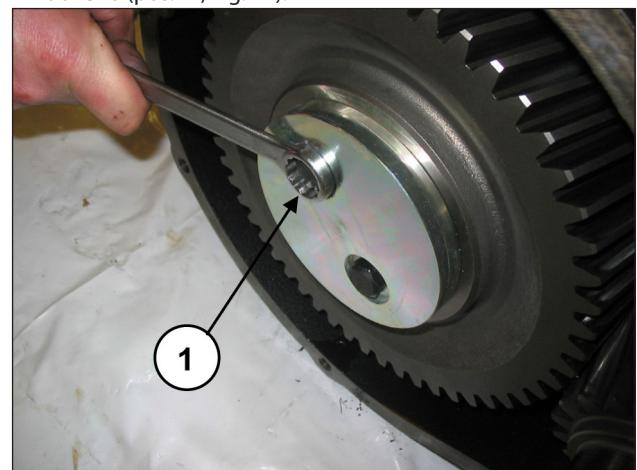
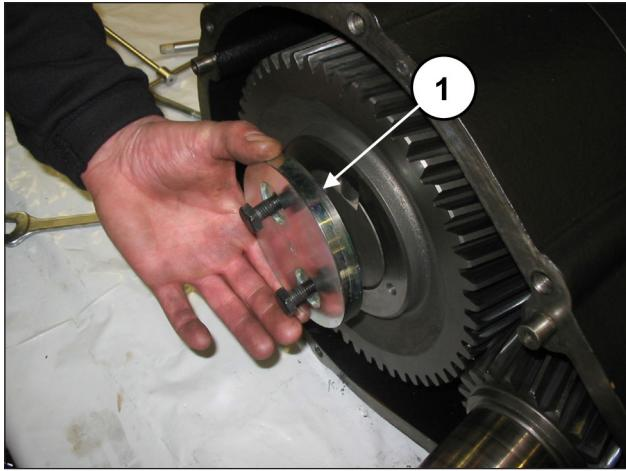

Fig. 10
Fig. 11
Svitare le viti che fissano il fermo corona (pos. ①, Fig. 10) e rimuoverlo (pos. ①, Fig. 11).